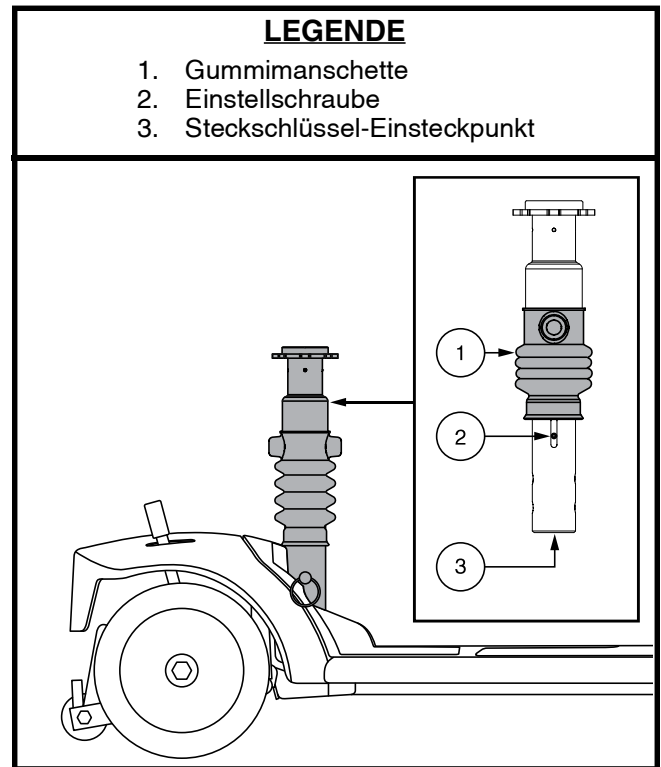

Abb. 30. Einstellen der Sitzfederung
Die Sitzstütze dient als Stoßdämpfer und kann für verschiedene Fahrkomfortstufen angepasst werden. Als Orientierungshilfe beim Einstellen dienen die Einstellschrauben, die durch das Einstellfenster an der Seite der Stütze sichtbar sind. Schieben Sie die Gummimanschette zum oberen Ende der Stütze, so dass die Einstellschrauben nicht verdeckt werden. **Siehe Abb. 30.**
3. Stecken Sie einen 13-mm-Steckschlüssel mit Verlängerung in die Unterseite der Stütze. **Siehe Abb. 30.**